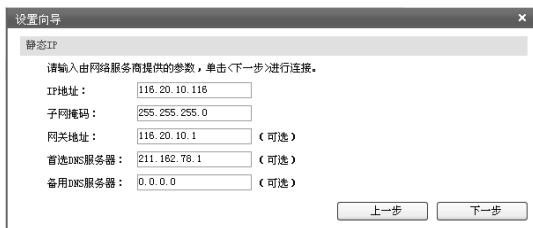

图4-10 上网方式-静态IP
3)如果上网方式为静态IP,即拥有网络服务商提供的固定IP地址,则需要填写IP地址、子网掩码、网关和DNS服务器等内容,如图4-10所示。